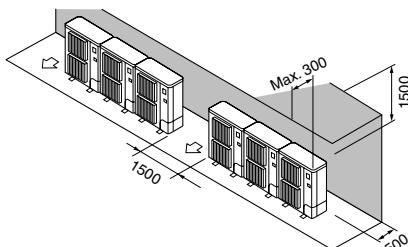

Fig. 2-9
② Alleen obstakels aan de achter- en bovenzijde (Fig. 2-9)